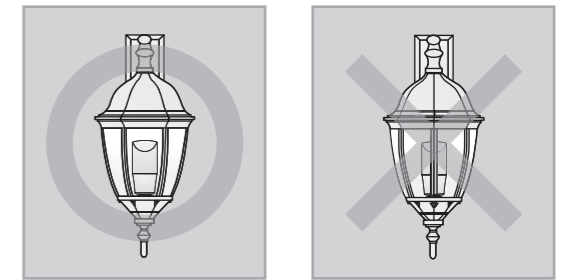

FIG.6
- Si se instala en una luminaria para pared evitar apuntar la lampara en dirección a las piezas metálicas de la luminaria para prevenir funcionamiento errático. (ver fig. 6)